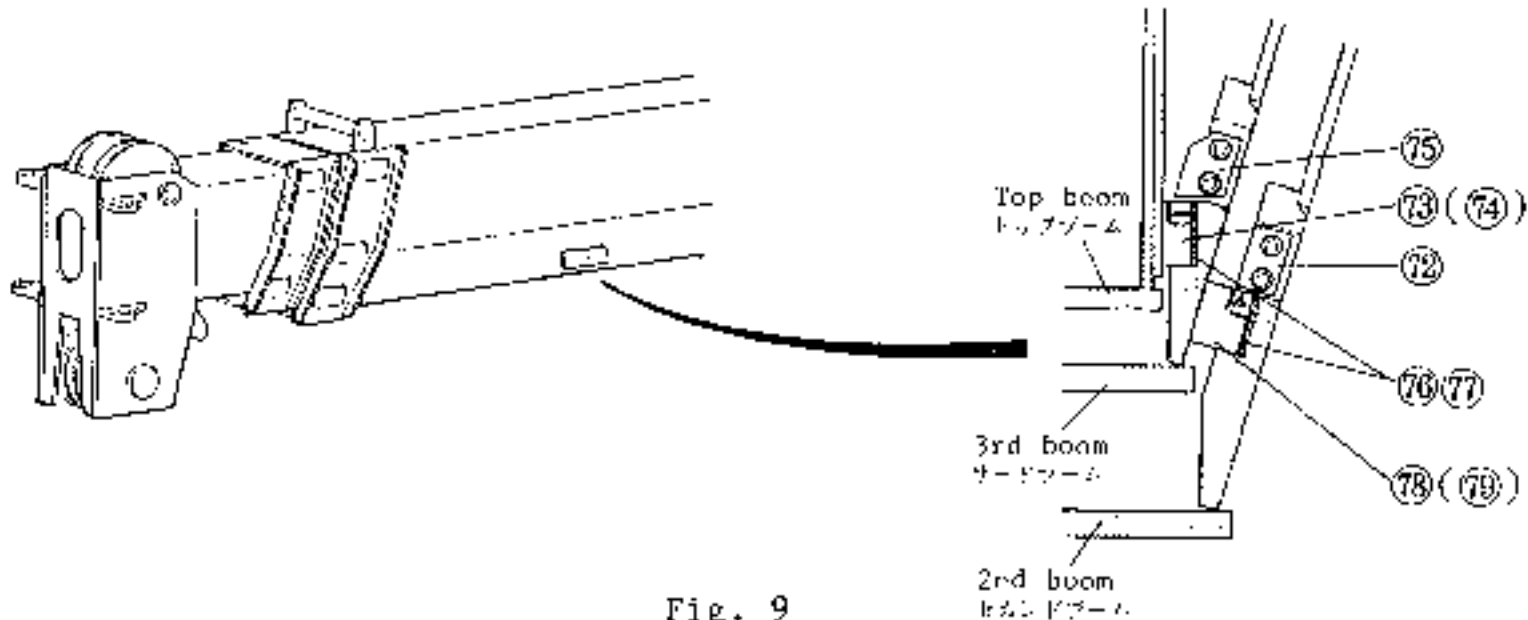

Fig. 9
9. Remove slide plates (76) from the side of the third boom section (See Fig. 9)
9. サードブーム側面のスライドプレート(76)を外す。(Fig. 9参照)